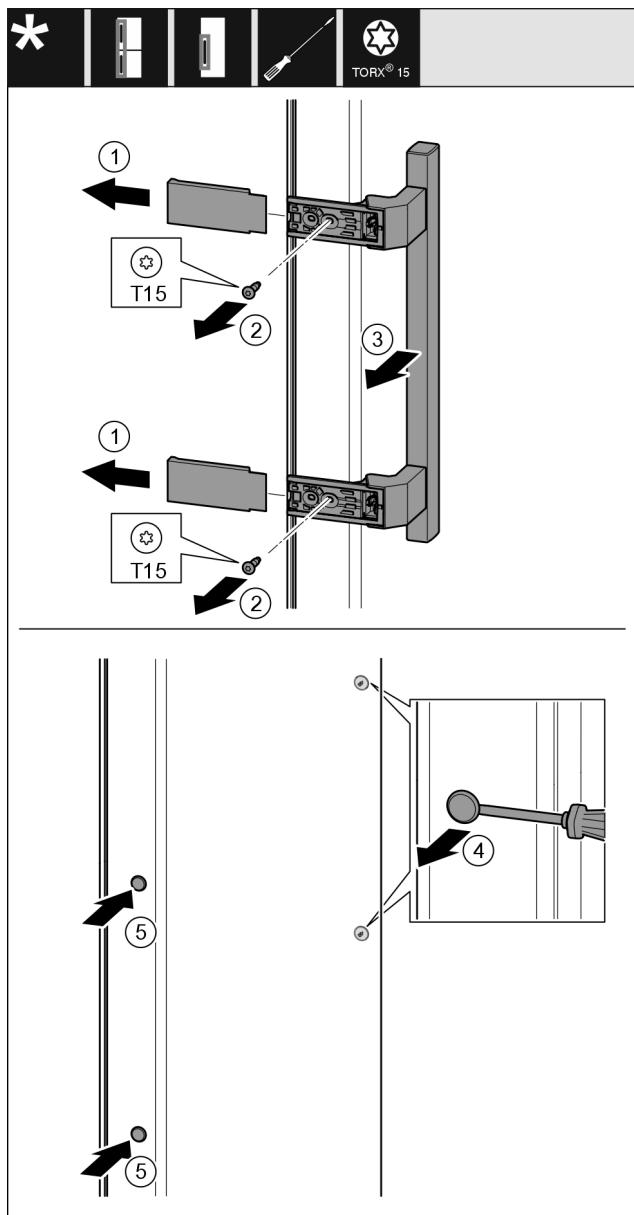

Fig. 41
- Abdeckung Fig. 41 (1) abziehen.
- Schrauben Fig. 41 (2) mit Schraubendreher herausdrehen.
- Griff Fig. 41 (3) abnehmen.
- Seitlichen Stopfen Fig. 41 (4) vorsichtig mit einem Schlitzschraubendreher anheben und herausziehen.
- Stopfen Fig. 41 (5) auf der anderen Seite wieder einsetzen.